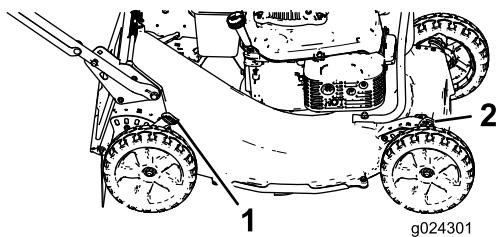

Figura 12
1. Tire de la palanca de altura de corte hacia la rueda (Figura 12) y muévala a la posición deseada.